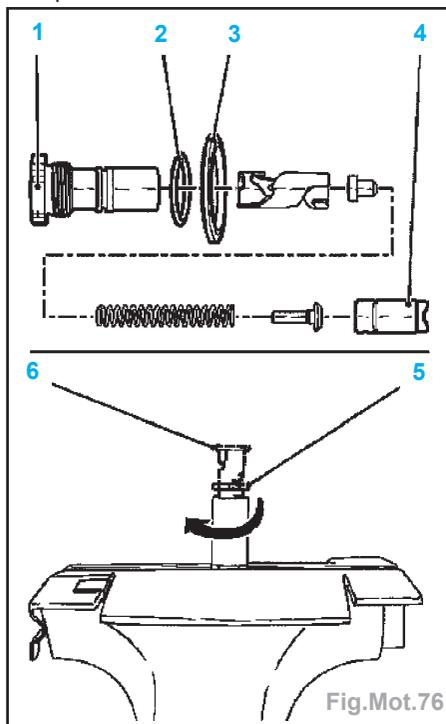

Fig.Mot.76
**Impératif** : le repère argenté (3) doit être placé sur le repère «EXH» (4) de la roue à chaîne de l'arbre à cames d'échappement. Tourner l'arbre à cames d'échappement au niveau du six pans, jusqu'à ce le pignon d'échappement s'insère.
- Tendeur de chaîne (Fig.Mot.76) :
- extraire le piston (4) du carter (1), tendre le piston au quatre pans dans un étau, bloquer le piston intérieur (6) au dernier cran (5) en le tournant à droite et placer le piston dans le carter.